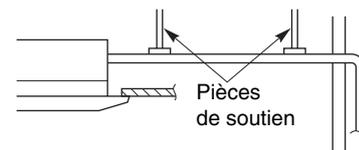

Fig. 3-14
- Ne soumettez pas la liaison des condensats à des efforts du côté de l'unité. Le tube ne doit pas pendre dans le vide, mais être accroché à l'unité en son point de raccordement. Fixez le tube à un mur, à un cadre ou à tout autre support aussi près que possible de l'unité. (Fig. 3-14)